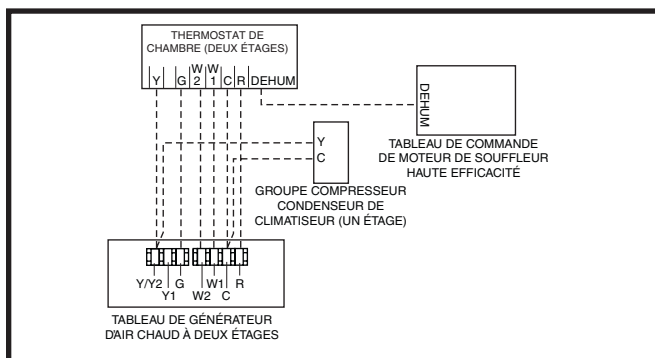
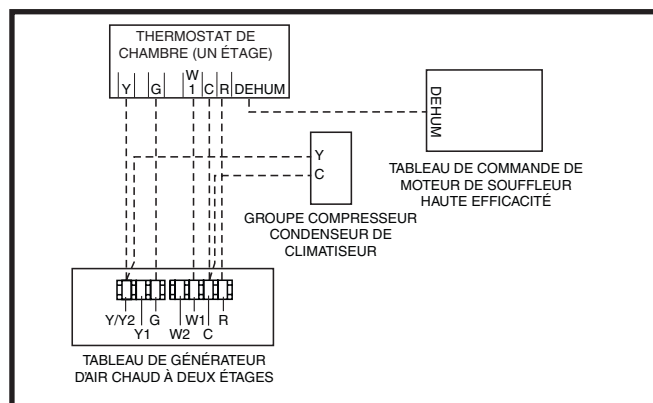
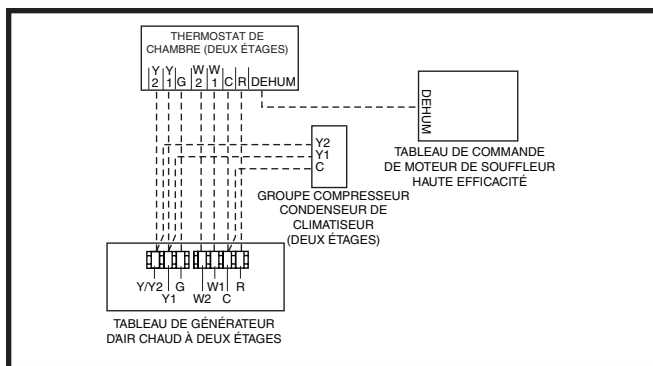

Figure 20. Configuration de câblage 1
Figure 21. Configuration de câblage 2
Figure 22. Configuration de câblage 3
- Brancher la sortie **W** du thermostat à la borne **W1** des tableaux de commande du générateur d'air chaud. Ceci permet au générateur d'air chaud de toujours fonctionner en mode faible puissance. Consulter la Figure 20.
Cette option utilise l'ensemble des capacités de chauffage à deux étages du générateur d'air chaud avec un conditionneur extérieur à un étage. Consulter la Figure 21.
Cette option utilise l'ensemble des capacités de chauffage à deux étages du générateur d'air chaud avec un conditionneur extérieur à deux étages. Consulter la Figure 22 (page 25).
La fonction d'autorégulation permet l'utilisation d'un thermostat à un étage tout en profitant de certains des avantages du fonctionnement d'un générateur d'air chaud à deux étages. Si l'autorégulation est activée, le générateur d'air chaud passe au feu **DOUX** après avoir initialement démarré au feu **ÉLEVÉ**. Après une période de 10 minutes, le générateur d'air chaud passe au feu **ÉLEVÉ**, jusqu'à ce que la charge calorifique soit atteinte. Consulter la Figure 20 \(page 24\) et la section Branchement basse tension à la page 23.
- ✓ Vérifier que tous les fils de thermostat nécessaires sont bien branchés aux fils appropriés de la plaque à bornes de la carte à circuits imprimés. Consulter les Figure 20 (page 24), Figure 21 (page 24) et Figure 22 (page 25).
Les ordres de fonctionnement des modes de chauffage, de refroidissement et de ventilation sont décrits ci-dessous. Vérifier les schémas de câblage d'excitation et de câblage du générateur d'air chaud : Figure 19 (page 24), Figure 20 (page 24), Figure 21 (page 24), Figure 22 (page 25) et Figure 30 (page 39), Figure 31 (page 40), Figure 32 (page 41) et Figure 33 (page 42).